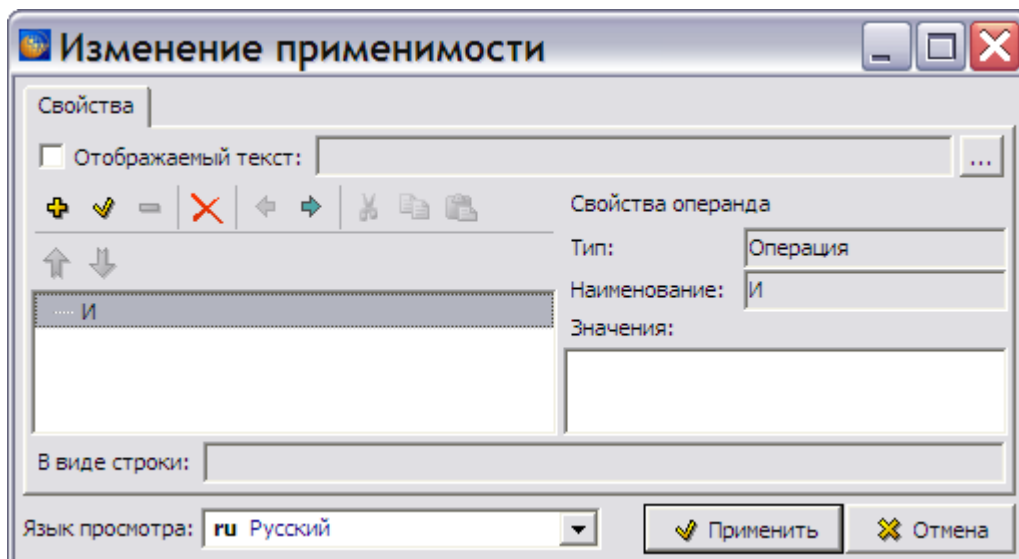

Рис. 94
6. Нажмите на кнопку **Применить**. После этого произойдет возврат в окно **Изменение применимости** (Рис. 94).